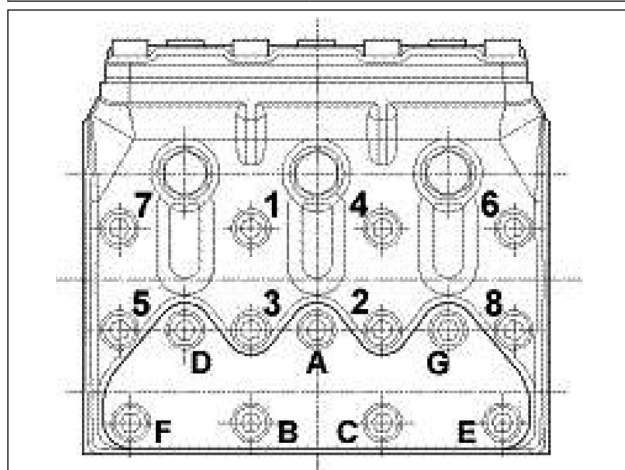

Fig. 24
** Los tornillos de fijación de la cabeza se deben apretar utilizando una llave dinamométrica, lubricando la parte inferior de la cabeza respetando el orden de la Fig. 24.
*** Los tornillos de fijación de la tapa de las válvulas se deben apretar utilizando una llave dinamométrica, lubricando la parte inferior de la cabeza respetando el orden de la Fig. 24.